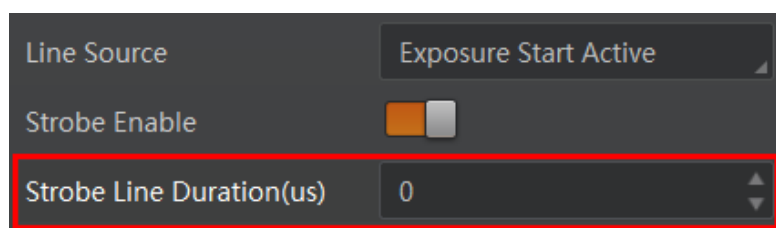

图8-25 Strobe 持续时间参数设置
*Strobe* 信号为高电平有效，信号输出的持续时间可通过 *Strobe Line Duration* 参数进行设置，单位为  $\mu\text{s}$ ，如图8-25所示。